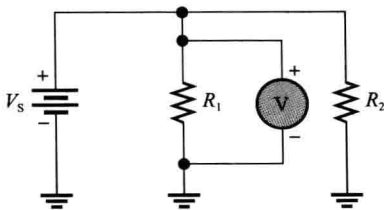

图 5-19 测试题 2 图
2. 图 5-19 中接在电阻 R_1 两端的电压表测得电压为 118V，如果将电压表移到 R_2 两